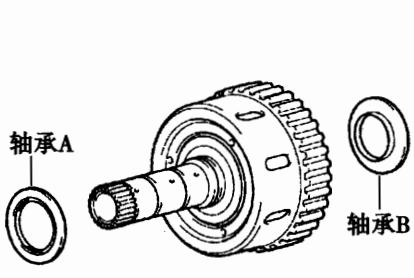

图 12-1-121
②如图 12-1-121 所示，从前进挡离合器毂分总成上拆下 2 号止推滚针轴承。